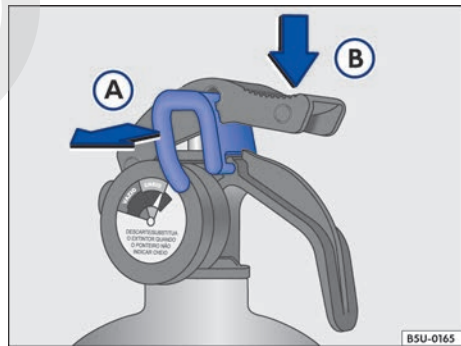

Fig. 24 Secuencia de uso del extintor de incendio.
- Tirar de la traba → fig. 24 (A) para romper el lacre.
- Apretar el gatillo → fig. 24 (B) esparciendo el polvo.